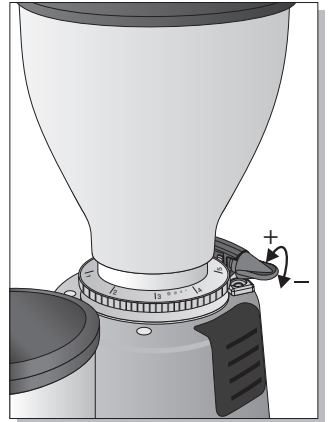

Fig.4
Regolazione micrometrica (fig. 4)
- Micrometric adjustment (fig.4)**